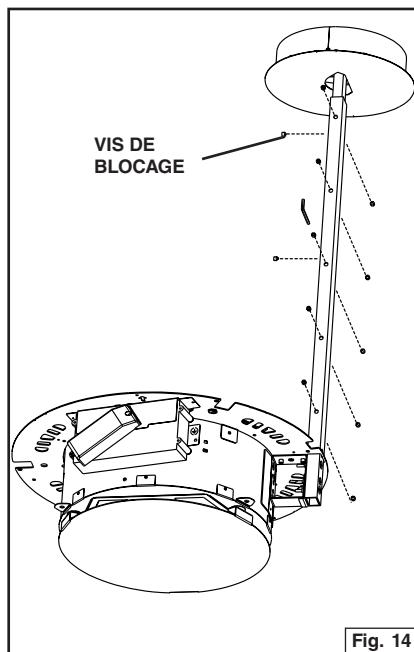

Fig. 14
6. Installez le bras de support inférieur sur le bras supérieur à la hauteur voulue. Serrez les vis de blocage en vous assurant qu'au moins (5) vis touchent au bras supérieur. Fig. 14. Faites de même pour l'autre unité.